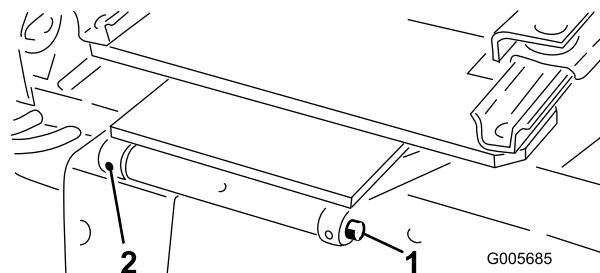

Figure 9
- 3. Montez le siège et son support sur le support de pivot avec l'axe de pivot et la goupille cylindrique (Figure 9).
5. Montez le siège et son support sur le support de pivot avec l'axe de pivot et la goupille cylindrique (Figure 9).